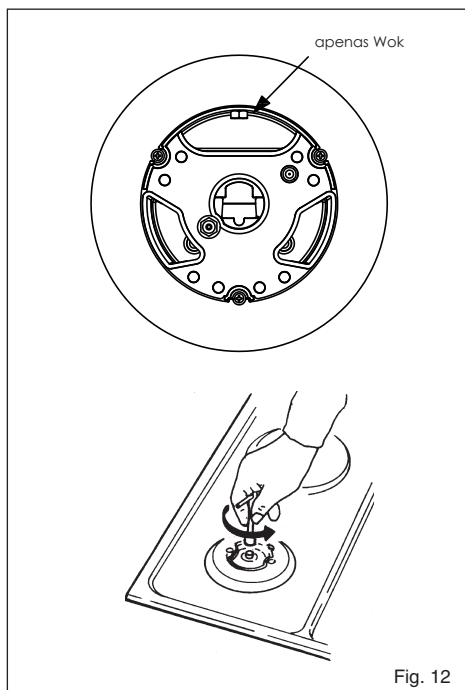

Fig. 12
Adaptação a diversos tipos de gás (Fig. 12)
- substitua os bicos (Fig.12) com outros próprios ao tipo de gás que utilizar (veja a tabela relativa às "Características das peças a utilizar";